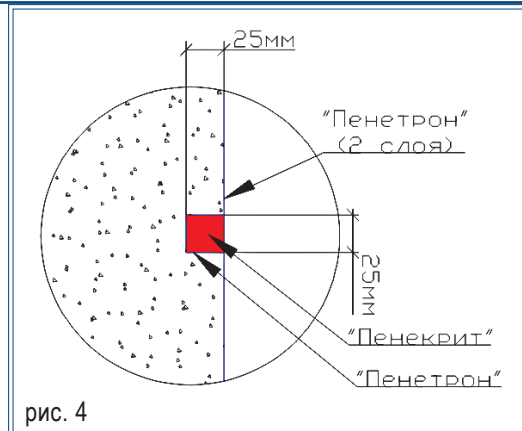

рис. 4
3. ГИДРОИЗОЛИРОВАТЬ ШВЫ И СТЫКИ (рис. 4, 5, 6)